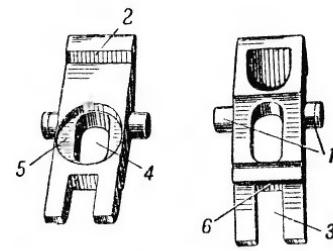

Рис. 34. Коромысло:
35. Коромысло (рис. 34) служит для удержания курка на боевом взводе. Оно имеет: цапфы для соединения со спусковой скобой; шептalo для постановки курка на боевой взвод; нижний вырез для прохода конца спусковой тяги; овальное отверстие для прохода направляющего стержня боевой пружины; гнездо для упора конца боевой пружины и попеченный уступ для выступа спусковой тяги.